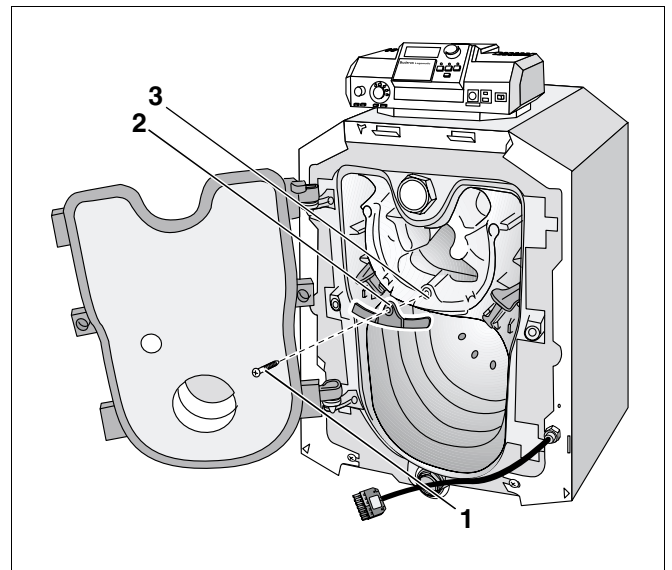

Fig. 37 Fjernelse af røggasspærreplade
- Fjern bolten (fig. 37, **pos. 1**) i midten af røggasspærrepladen (fig. 37, **pos. 2**).
- Tag røggasspærrepladen (fig. 37, **pos. 2**) af kedlens forelement (fig. 37, **pos. 3**).